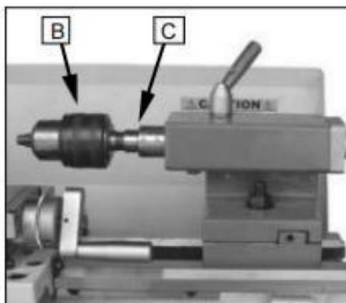

Fig. 28
Använd borrhucken för att hålla centreringsborrar och spiralborrar i ändstocken- (B) (Fig.28)
En arbor är nödvändig för att montera borrhucken i ändstocken. Den har en morsekona nr 1. (C) Fig. 28